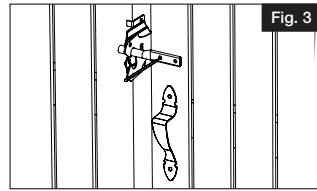

Fig. 3
- b. Marquer l'emplacement des vis sur le poteau et le montant (Fig. 3).